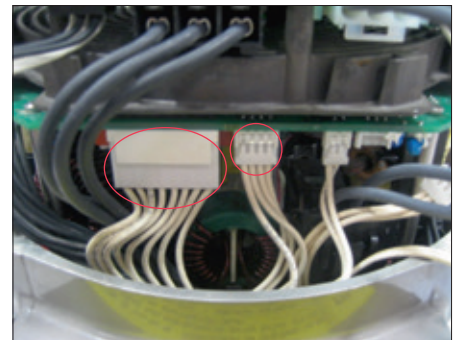

Abb. 22
- Schließen Sie das 8-polige und das 4-polige Verbindungskabel wieder an (Abbildung 22).